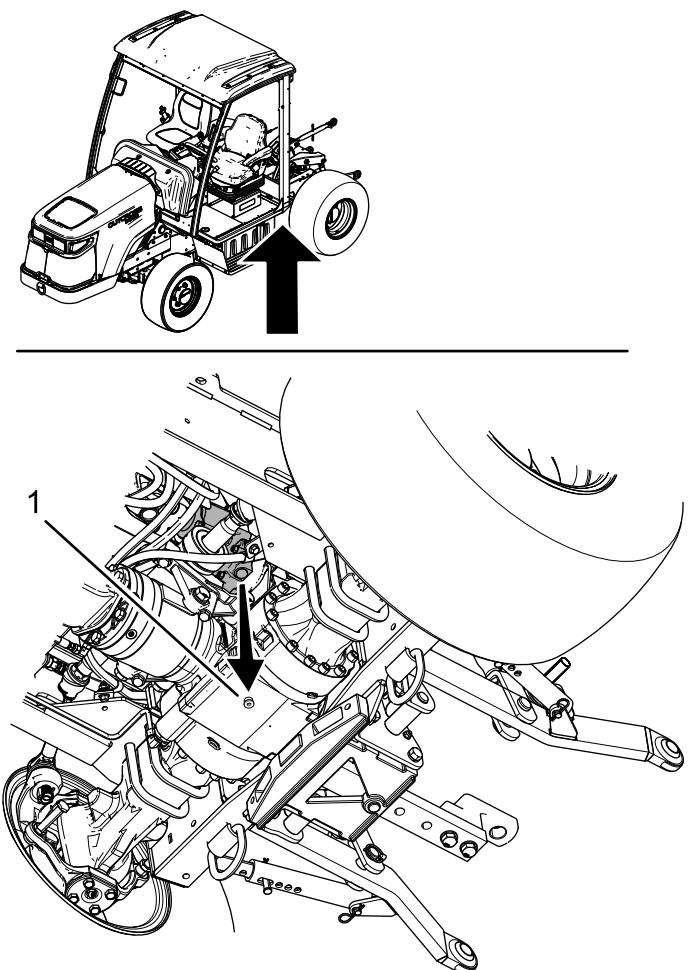

Figura 108
3. Rimuovete il tappo dal foro di spurgo (Figura 108).